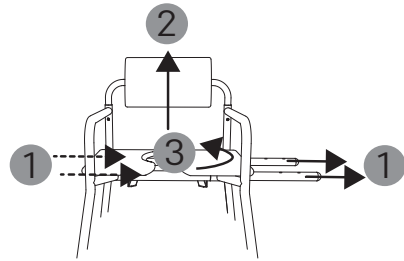

fig. 23
2. Tryk derefter indstiksrørene ud til siden ved at trykke på endekapperne, venstre eller højre, (1, fig. 23), så de kan komme ud på den modsatte side. Det er nu muligt at trække indstiksrørene ud (1, fig. 23).
3. Sædefladen er løsnet, og kan nu løftes op (2, fig. 23), og drejes 180° (3, fig. 23).